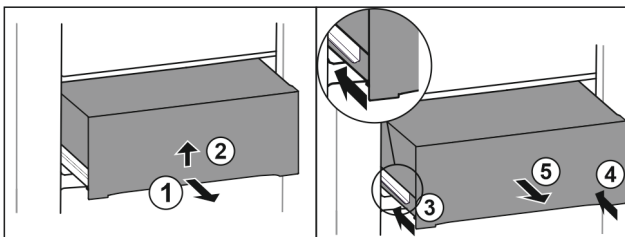

Fig. 40
- ▶ Lade er half uittrekken. Fig. 40 (1)
- ▶ Lade aan de onderkant optillen. Fig. 40 (2)
- ▶ Linker rail erin schuiven. Fig. 40 (3)
- ▶ Rechter rail erin schuiven. Fig. 40 (4)
- ▶ Lade naar voren toe verwijderen. Fig. 40 (5)